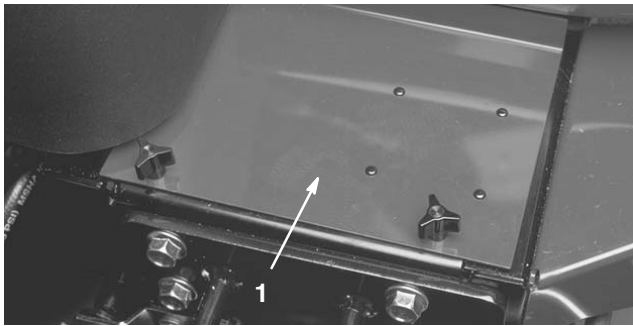

Bild 1
2. Nehmen Sie die Batterieabdeckung ab (Bild 1).